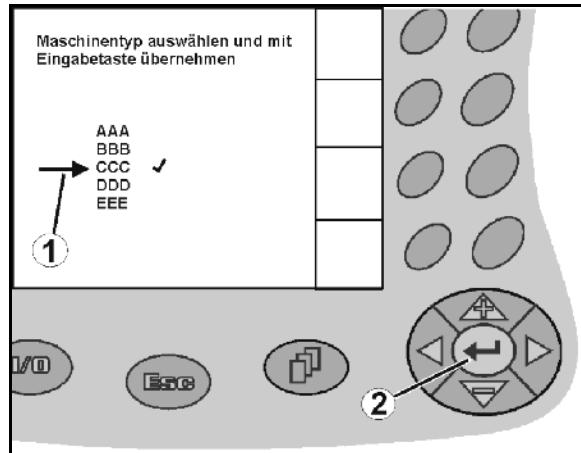

Fig. 14
1. / Plasser valgpilen (Fig. 14/1).
2. Bruk valget (Fig. 14/2).